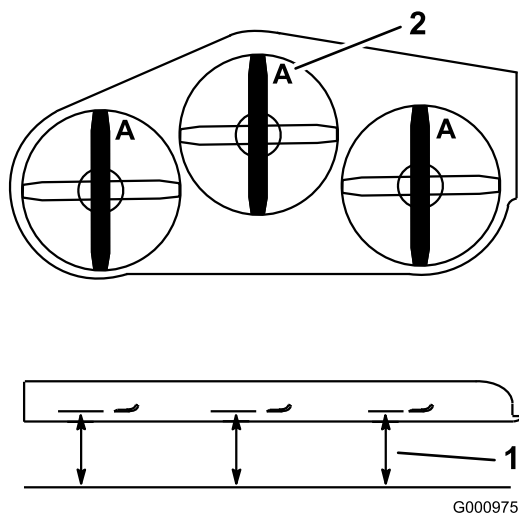

Figure 75
- Mesurez la distance entre la surface plane et le tranchant (position A) des lames (Figure 75).